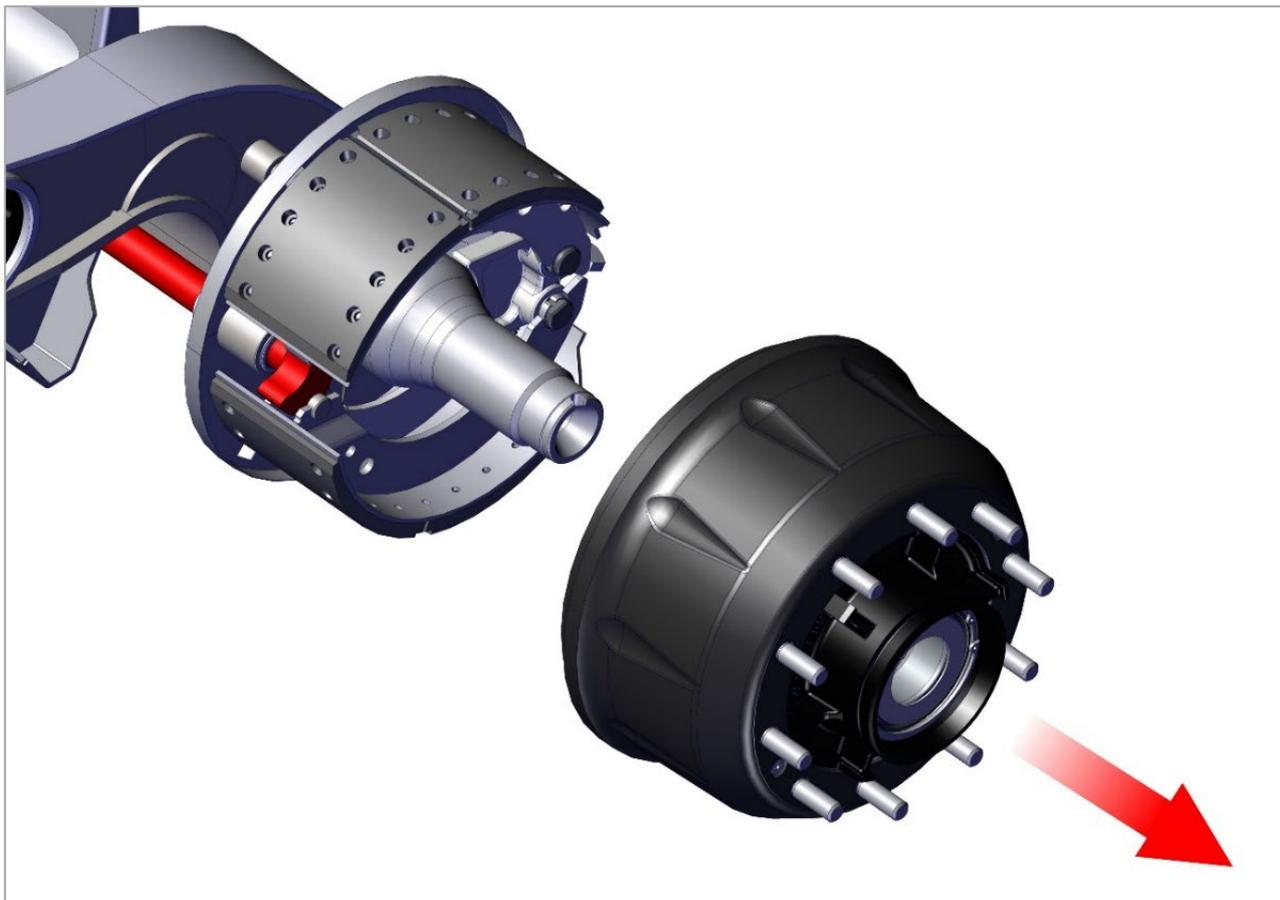

Рис. 10.2. Снятие сборочного узла ступицы и барабана
4) извлеките сборочный узел ступицы и барабана. Категорически запрещается снимать барабан, не сняв предварительно колесо (рис. 10.2);